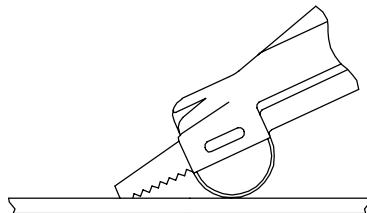

Figura 2
- Levante la empuñadura de la sierra, y ponga la punta de la hoja de sierra en contacto con el material. Vea la Figura 2.